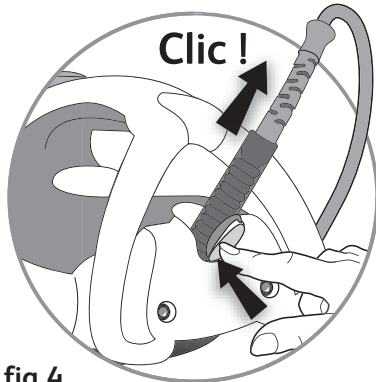

fig 4
- Drücken Sie die Taste auf dem Sockel (Abb. 4) und das Easy Cord System platziert sich automatisch. Jetzt können Sie das Bügeleisen anschließen und mit dem Bügeln beginnen.